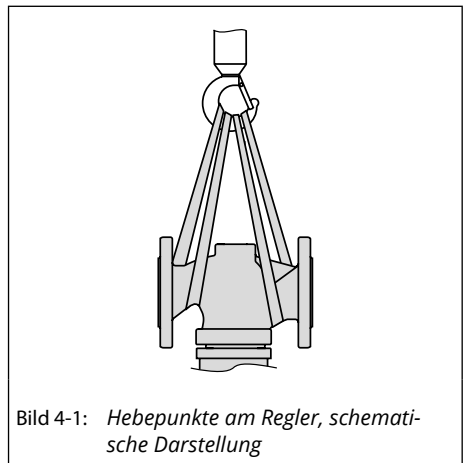

Bild 4-1: Hebepunkte am Regler, schematische Darstellung
- ➔ Als Tragmittel einen Haken mit Sicherheitsverschluss verwenden, damit die Anschlagmittel beim Heben und Transportieren nicht vom Haken rutschen können, vgl. Bild 4-1.
1. Je eine Hebeschlinge am Gehäuseflansch und am Tragmittel (z. B. Haken) des Krans oder Gabelstaplers anschlagen, vgl. Bild 4-1.